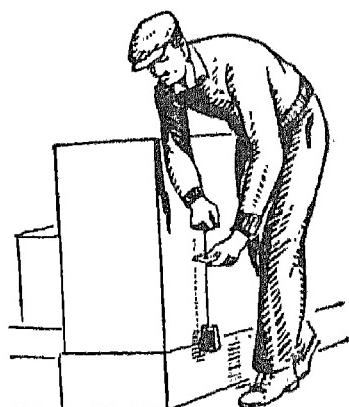

Fig. 10. — Le maçon vérifie avec son fil à plomb si la pierre de taille est bien placée.
b) Expérience. — Tenez horizontal le chas d'un fil à plomb de maçon, un côté appliqué contre un mur. Puis, faites glisser lentement la ficelle dans le chas ; le plomb descend ou remonte ; constatez que, dans toute sa course, son bord inférieur frôle juste la surface du mur (fig. 10) : ce qui prouve que cette face est verticale.